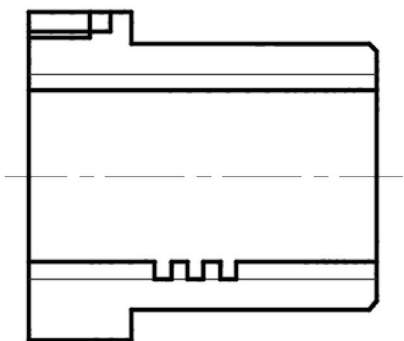

图 8-96 修剪结果
21) 修剪图形。单击“修剪”按钮, 修剪结果如图 8-96 所示。